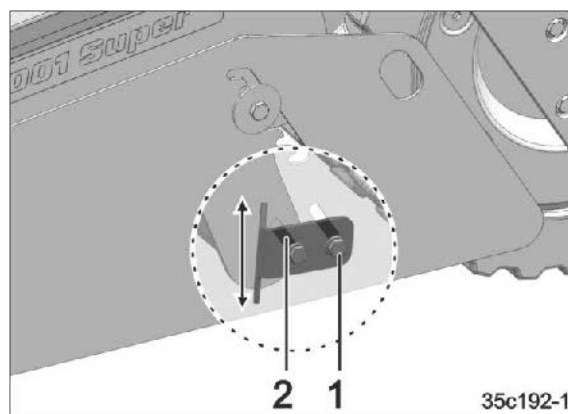

Fig. 112
1. Løsne skruen (Fig. 112/1).
2. Sett jordledevinkelen (Fig. 112/2) i ønsket posisjon.